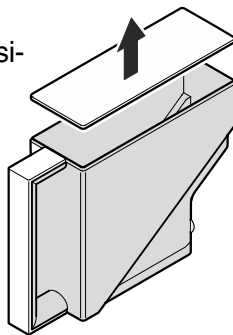

Figura 21
2. Retire la tapa y llene el depósito con agua (**Figura 21**).